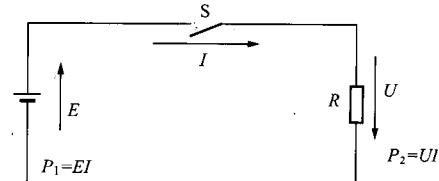

图 1-2 电源与负荷功率
(1) 电源功率：电源功率等于电源的电动势和电流的乘积如图 1-2 所示。用下式表示为
(2) 负荷功率：负荷功率等于负荷两端的电压和通过负荷的电流乘积，如图 1-2 所示